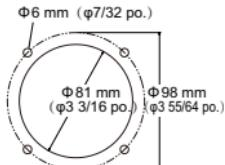

Fig. 2
2. Déterminez la position de montage puis percez des trous de fixation de $\Phi 81\text{ mm}$ ($\varphi 3\frac{3}{16}\text{ po.}$) dans le baffle (écran acoustique) comme indiqué sur la Fig.2.